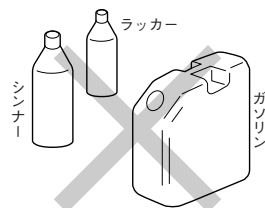

図2
- **引火性の液体の近くや、ガスなどの爆発性の雰囲気での作業は絶対にしないでください。(図2)**